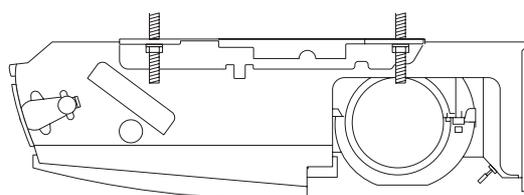

Fig. 3-47
- c) Serrez et bloquez les écrous de suspension sur chaque tige filetée comme illustré à la figure 3-47.